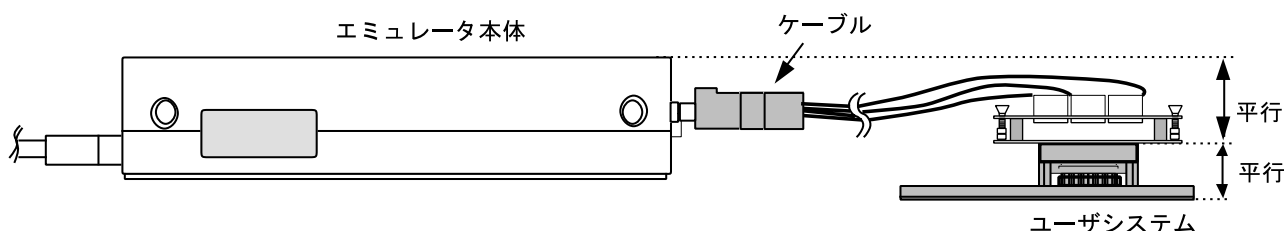

図 11 設置例
- (1) ユーザシステムへの接続時には1ピン位置に十分注意して、誤接続は絶対にしないでください。
- (2) 本ユーザシステムインタフェースケーブルを使用する場合の推奨マウントパッド寸法は、MCU実装用マウントパッド寸法とは異なりますので注意してください。
- (3) 本ユーザシステムインタフェースケーブルは、HS3L08EPI60Hエミュレータ専用ですので、他のエミュレータ本体には使用しないでください。
- (4) ケーブル本体部が断線する可能性がありますので、本ユーザシステムインタフェースケーブルの上に重いものや金属等の角の尖ったものを置かないでください。
- (5) ユーザシステムに接続した状態では、ユーザシステムインタフェースケーブル、特にケーブル先端部に無理な力が加わらないように注意する必要があります。図11の設置例を参照してご使用ください。